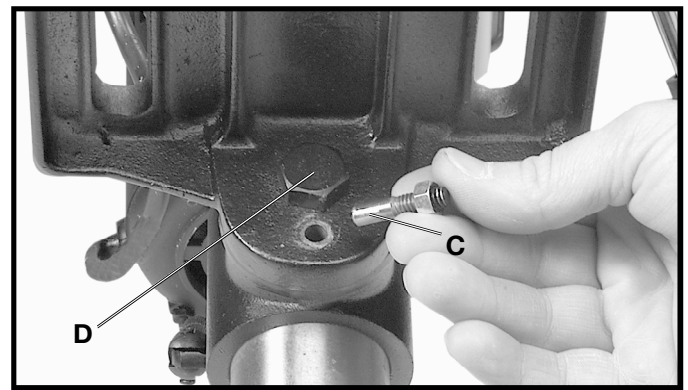

Fig. 23
3. Retirer la goupille d'alignement de la table (C, fig. ) et incliner la table à droite ou à gauche. 22. **REMARQUE :** s'il est difficile de retirer la goupille(C), tourner l'écrou (E) en sens horaire pour retirer la goupille du boîtier.
4. La figure 23 illustre l'outil sans la goupille d'alignement de la table (C). Desserrer le boulon de blocage (D) de la table, incliner la table à l'angle souhaité et resserrer le boulon (D). Remettre la goupille d'alignement (C) de la table lorsque la table retourne en position horizontale (à niveau) Ainsi, la surface de la table sera perpendiculaire à la broche.